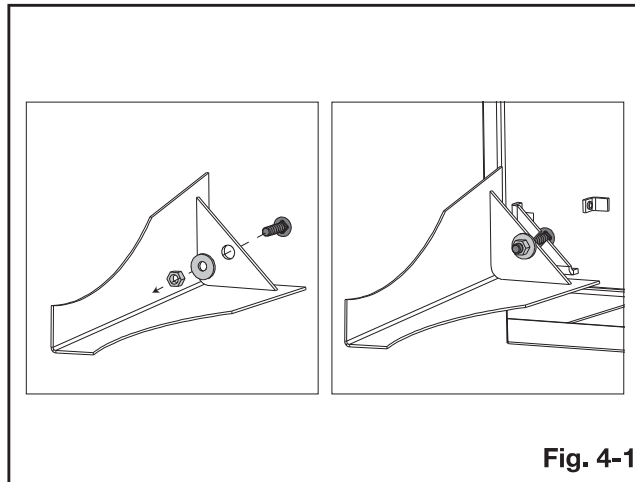

Fig. 4-1
- A. Avec le boulon entre les pattes, mettez la rondelle et la rondelle de blocage dans le boulon. Enfitez le boulon un ou deux fil sur le boulon et glissez la patte sur la fente sur l'appareil (**Fig. 4-1**).